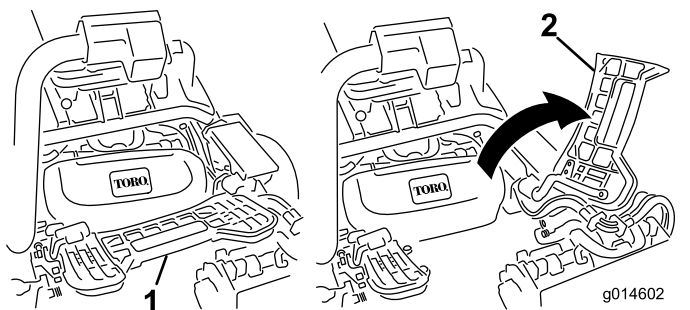

Figura 47
1. Levante o apoio de pé e incline-o para aberto, permitindo o acesso à posição da unidade de corte central (Figura 47).